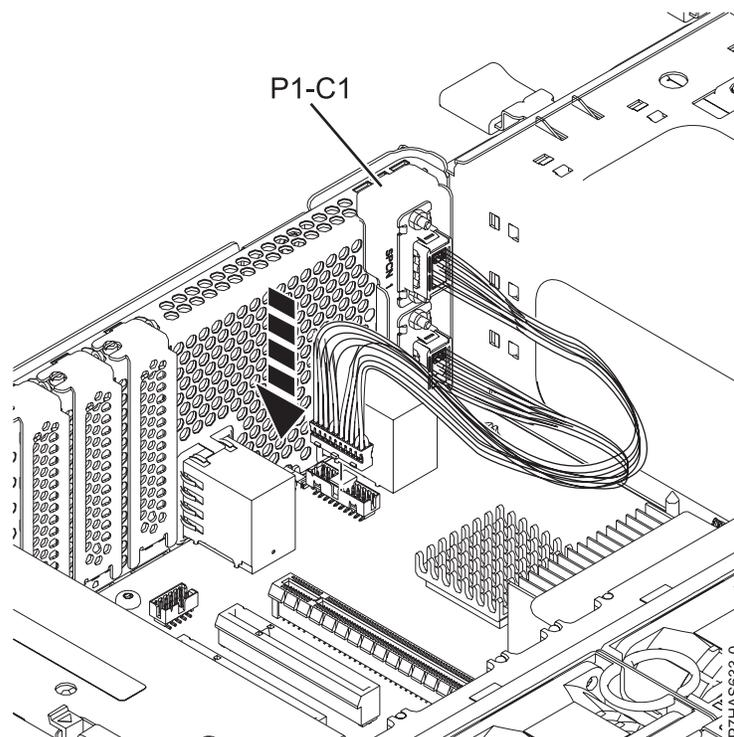

Abbildung 4. SPCN-Kabelsatz installieren
- c. Stecken Sie das andere Ende des Kabels in den Anschluss an der Systemrückwandplatine, wie in Abb. 4 dargestellt.